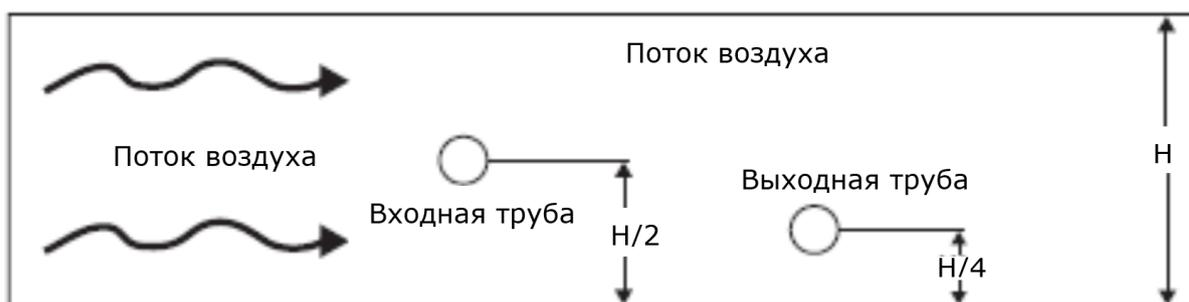

Рисунок 29 – Размещение труб ИПДА в воздуховодах малых сечений
- труба возврата воздуха должна быть установлена в воздуховоде на высоте, равной $1/4$ высоты воздуховода (рис. 29).